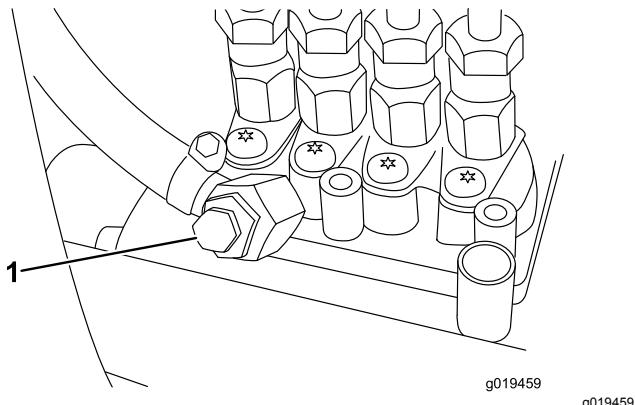

Bild 29
- Öffnen Sie die Entlüftungsschraube an der Kraftstoffeinspritzpumpe (Bild 29).